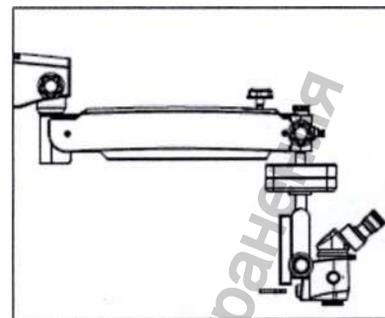

Рис. 13
6.11 Подключите кабель педали к микроскопу (для исполнений PRIMA DNT, PRIMA ENT, PRIMA OPN) Смотрите рисунок 13.